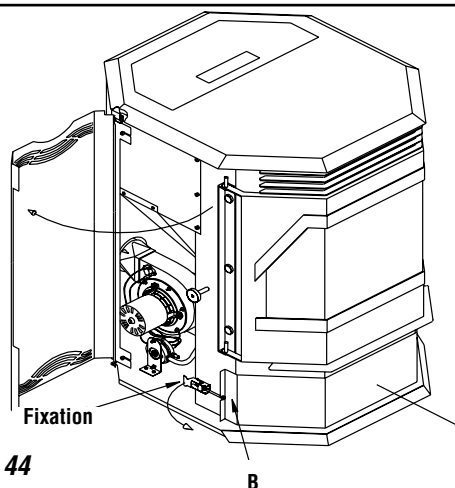

Figure 44
**ATTENTION : Ne pas sortir le tiroir à cendres quand le poêle est chaud. Pour retirer le tiroir à cendres, ouvrir les portes gauche et droite. Tourner le levier de la fixation B (voir figure 44) vers l'extérieur pour déverrouiller le tiroir à cendres. Faire de même avec la fixation située sur le côté droit du poêle. Tirer le tiroir à cendres vers l'avant pour le sortir du poêle.**
6. Retirer le tiroir à cendres (voir *figure 44*) pour accéder aux passages d'évacuation situés au bas du poêle, à gauche et à droite (voir repères D, *figure 46A* et *46B*).